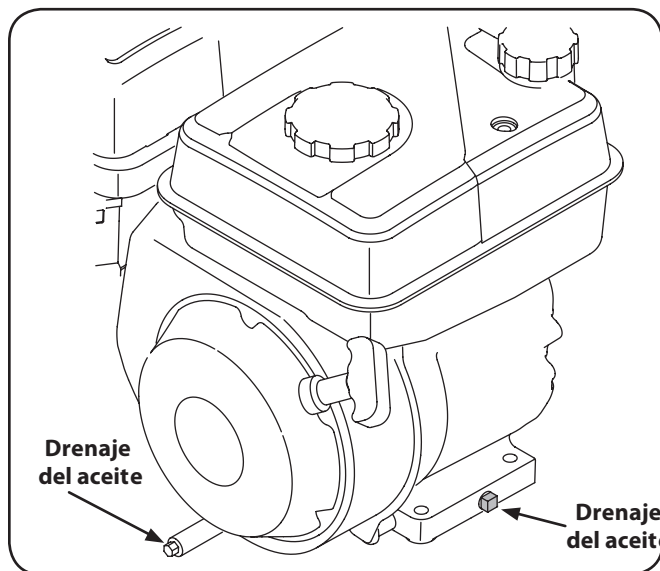

Figura 6-3
6. Retire el tapón de drenado del aceite, si está incluido. Vea la Figura 6-3.
**NOTA:** Dependiendo del modelo de motor que tenga, el tapón de aceite puede ser colocado de forma diferente. Estas posiciones incluyen en la parte frontal y / o parte posterior del bloque, o como un tubo extendido. Los ejemplos se muestran en la Figura 6-3.
12. Cargue el aceite recomendado, consulte las especificaciones para el aceite y el combustible que figuran en la sección Configuración del presente manual, y la Figura 6-3.